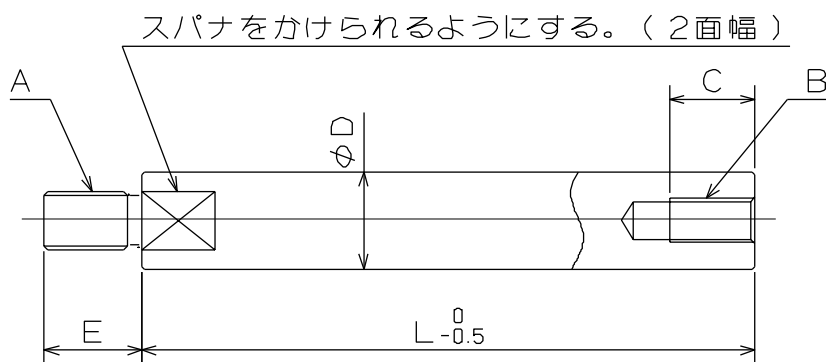

図 23
- ・ ドローバーは図 23 の寸法 D を守り、引張り強さ **380MPa** 以上の材質を使用する必要がある。